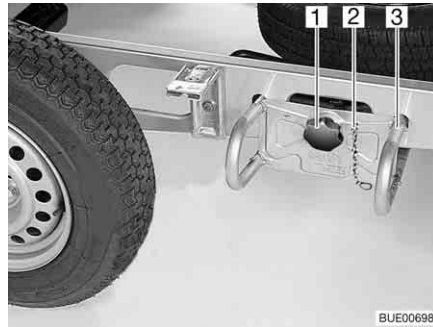

Fig. 234 Soporte para la rueda de repuesto
- Desenganchar la cadena de seguridad (Fig. 234,2).
- Aflojar y desenroscar el tornillo de mando estrellado (Fig. 234,1).
- Extraer el portador de la rueda de repuesto (Fig. 234,3) unos 10 cm y depositarlo en el piso.